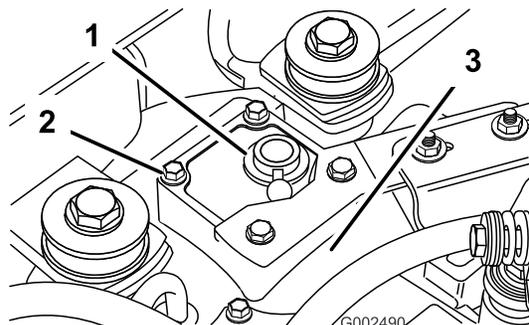

Figure 5
- Retirez les quatre boulons de fixation du couvercle en haut du carter de la boîte-pont (Figure 5).